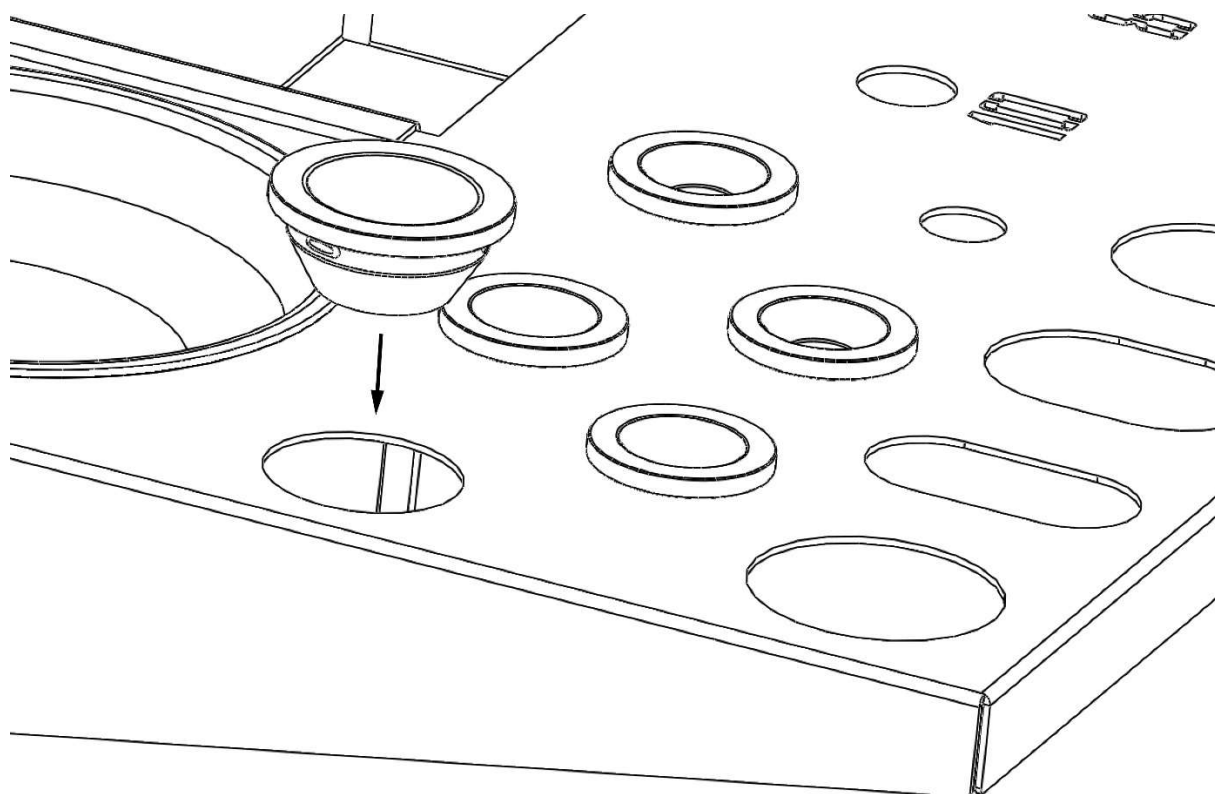

Figure 11 : Supports plastiques optionnels pour tournevis
6. Remplacez le capot en plastique sur le bras Add-On (**figure 11**). Utilisez un maillet en caoutchouc ou un outil similaire souple.
- ◆ Les supports plastiques fournis peuvent être utilisés pour empêcher les tournevis de basculer dans le plateau. Ils s'installent en les insérant par le haut dans les emplacements et en les enfonçant (**figure 11**).